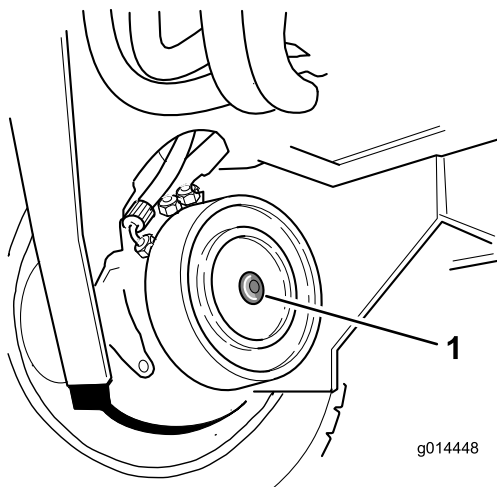

Figure 44
2. Identifiez le frein à disque avant droit et enlevez le bouchon hexagonal (Figure 44).